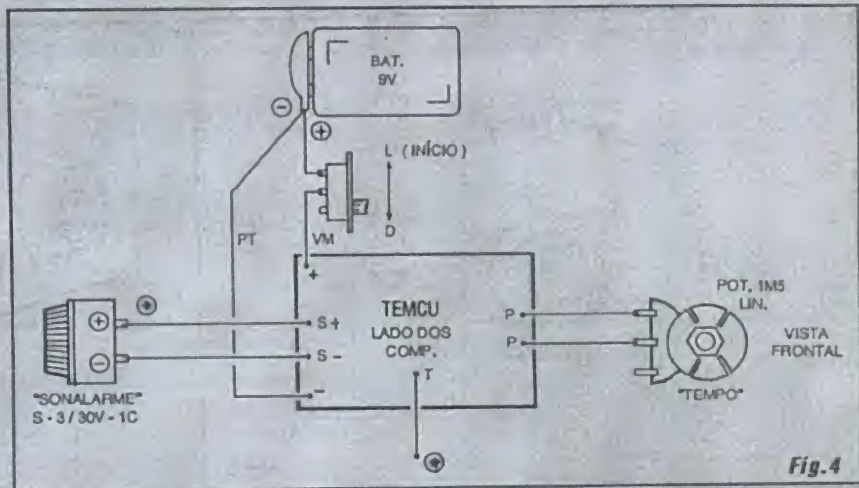

Fig. 4
**- FIG. 4 - CONEXÕES EXTERNAS À PLACA** - Continuamos "olhando" a placa pela sua face *não cobreada* (como na figura anterior...), porém agora a ênfase está nas ligações "da placa pra fora"... Observar os seguintes pontos: